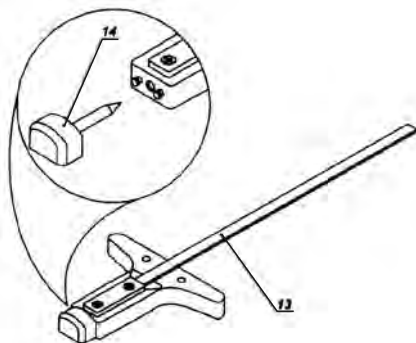

fig. 1 – dibujo demostrativo del corte circular
La barra guía para cortes paralelos/circulares (13) y perno central (14), permiten hacer cortes circulares con el radio deseado, fig. 1.
- Si el corte no fuera iniciado a partir de la extremidad del material, haga un orificio inicial a partir del punto donde el corte será iniciado. Fig. 1.
- El perno central (14) deberá ser colocado en la barra guía (13).
- Mueva la barra guía de modo guía (13), de manera que determine el radio del corte y la posición de la barra guía (13) utilizando el tornillo de fijación (12).
- Coloque el perno central de la guía paralela (14) en el orificio central y comience el corte moviendo el aparato a través del círculo. Para obtener mejores resultados, recomendamos la utilización de las hojas de sierra estrechas para esta función.